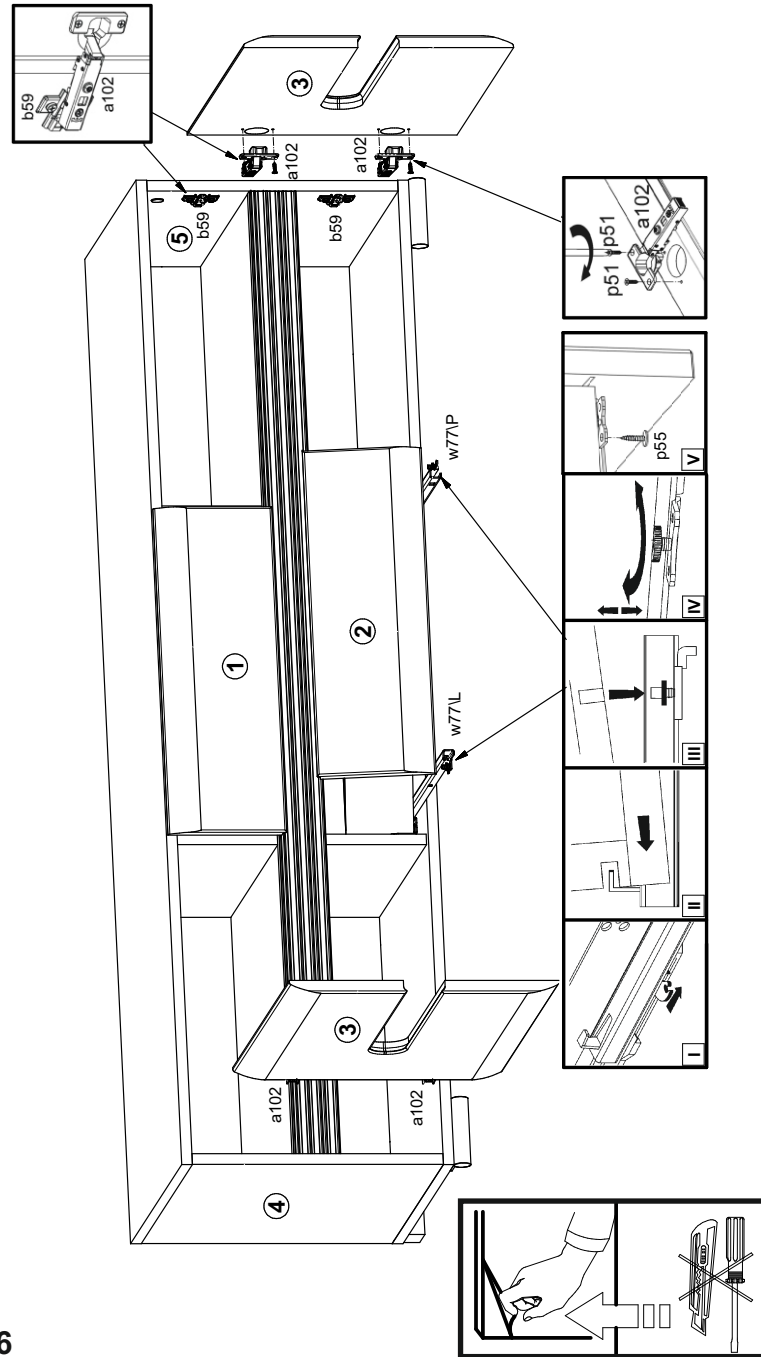

Рисунок 6
- Положить дверь **1** фасадной поверхностью вниз на ровную поверхность и закрепить на ней петли шарнирные **a102** шурупами **p51** (см.рис. 6).
- Вставить ящики выдвижные в корпус изделия на направляющие **w77** (см.рис. 6).
- Зафиксировать ящики на направляющих **w76** с помощью шурупов **p55** (см.рис. 6).